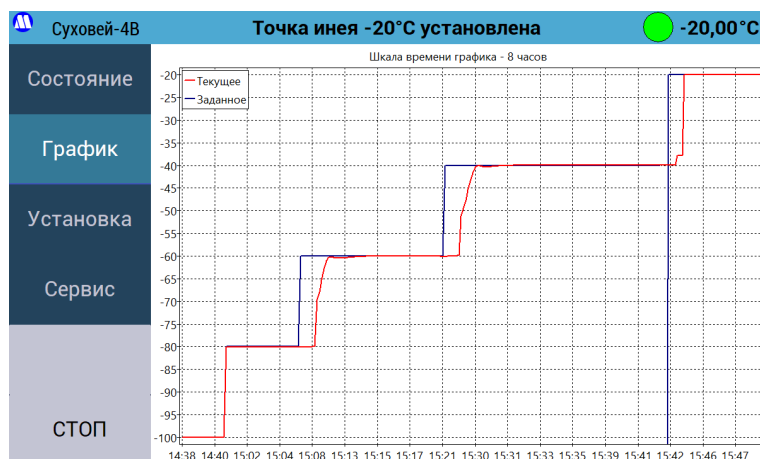

Рисунок 29 – Процесс установки нескольких значений температуры точки инея на графике.
8.5.12. Процесс изменения воспроизводимой генератором температуры точки росы/инея можно наблюдать в графической форме, нажав на кнопку «График» в основном меню. В этом режиме на дисплее в графической форме выводятся графики зависимости требуемого (синий) и заданного (красный) значений температуры точки росы/инея от времени (см. Рисунок 29). Переключить масштаб графиков по оси X можно либо нажимая на область графиков (по возрастанию), либо нажимая на кнопку «График» (по убыванию), либо в меню «Настройки отображения» - см. п.7.2.11.1). Перерисовка графика в соответствии с новой шкалой произойдет при очередном опросе генератора (обычно не более 2 секунд). Масштаб графиков по оси Y выбирается автоматически.